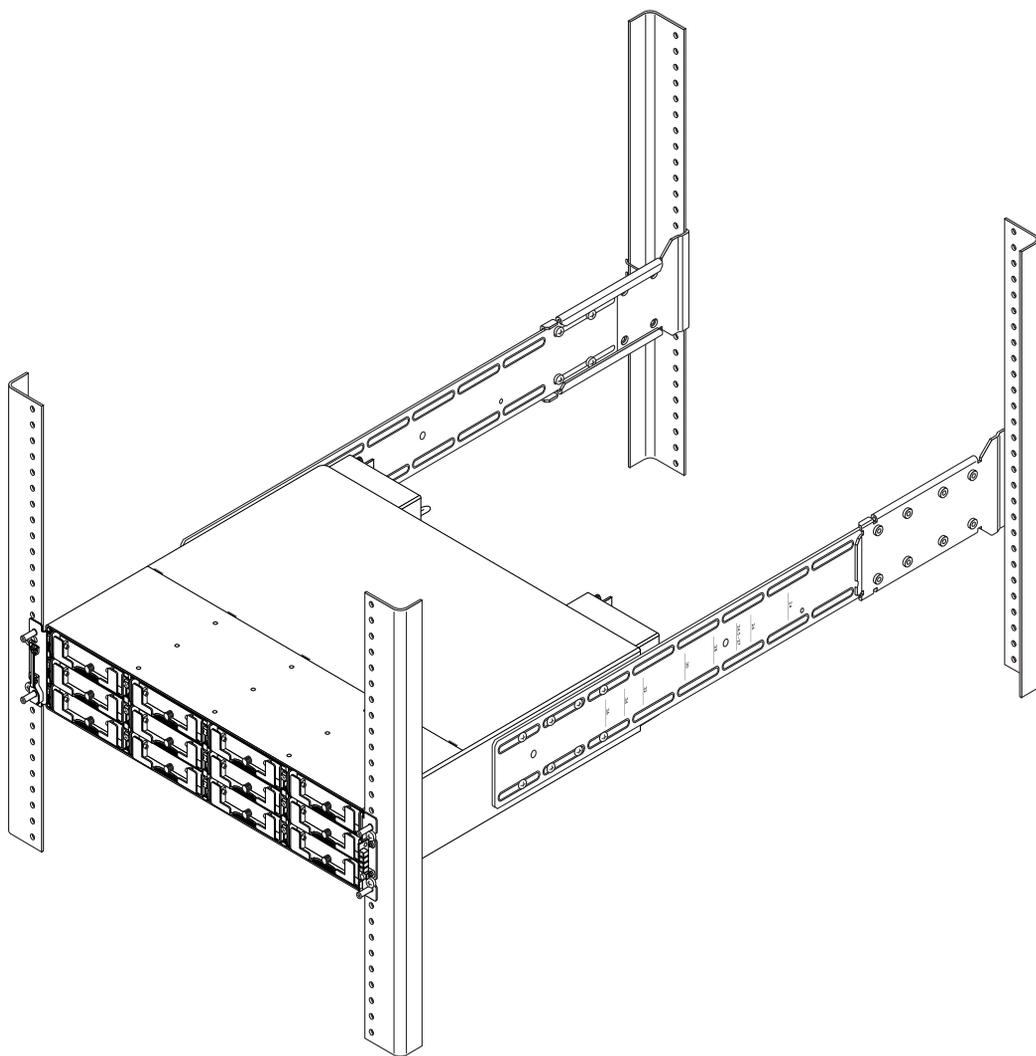

図 2-1 シャーシイヤーとベゼルを取り外してリアブラケットを使用してラックマウントしたキャビネットアレイ (取り付け後)
- 24 ～ 36 インチ (60.96 ～ 91.44 cm) の奥行き範囲に対応するリアおよびサイドブラケットを使用してキャビネットをマウントできます。図 2-1 は、リアおよびサイドブラケットを使用して、標準の EIA キャビネットに Sun StorEdge 3000 Family 2U アレイを取り付けた状態を示しています。
取り付け作業中は、表 2-1 の部品リストおよび図 2-1 を参照してください。この表は、キャビネットにアレイを取り付けるために必要な主なコンポーネントとねじ類のリストです。